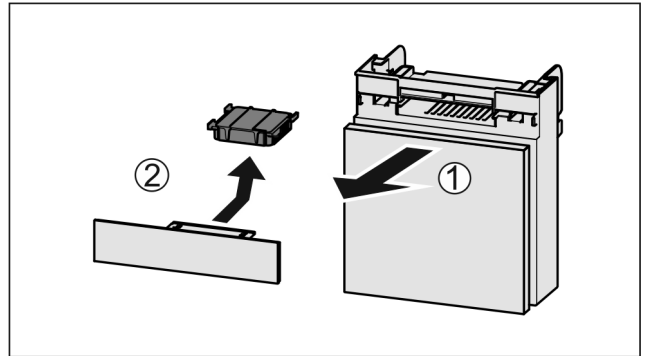

Fig. 145
- ▶ Lade vanaf de voorkant eruit trekken Fig. 145 (1).
- ▶ Actiefkoolfilter verwijderen Fig. 145 (2).